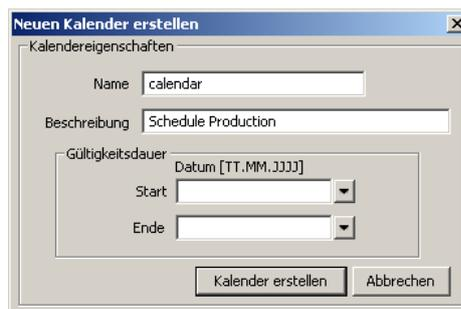

Abbildung 131: Dialogbox zum Anlegen eines neuen Kalenders
3. Im Dialog zum Anlegen eines neuen Kalenders (siehe Abbildung 131) geben Sie einen Namen und eine Beschreibung für den Kalender ein. Beachten Sie bitte, dass ein BACnet-Kalender keine Einstellungsmöglichkeit für die **Gültigkeitsdauer** besitzt.